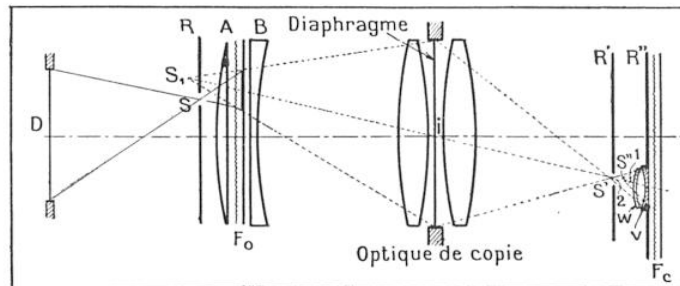

FIG. 11. — SCHÉMA D'ENSEMBLE DU DISPOSITIF DE COPIE DES FILMS GAUFRÉS IMAGINÉ PAR M. DE LASSUS
brillance (1) plus grande et une meilleure reproduction des couleurs, il faudrait donc pouvoir ouvrir les faisceaux élémentaires du film-copie jusqu'à $F/2$ (ouverture des objectifs de projection courants), alors que ceux des originaux sont enregistrés à $F/3$. Pour cela, l'inventeur opère comme suit : sa solution consiste, en quelque sorte, à « introduire un coin » dans les faisceaux lumineux au moment précis où ils vont frapper le film-copie, sans altérer la construction de l'image. Voici cette solution réalisée par la Compagnie française Thomson-Houston : plaçons (fig. 11) d'une part, entre la source et le film original P , et d'autre part, entre le système optique O et le film-copie F_c , deux rideaux R et R'